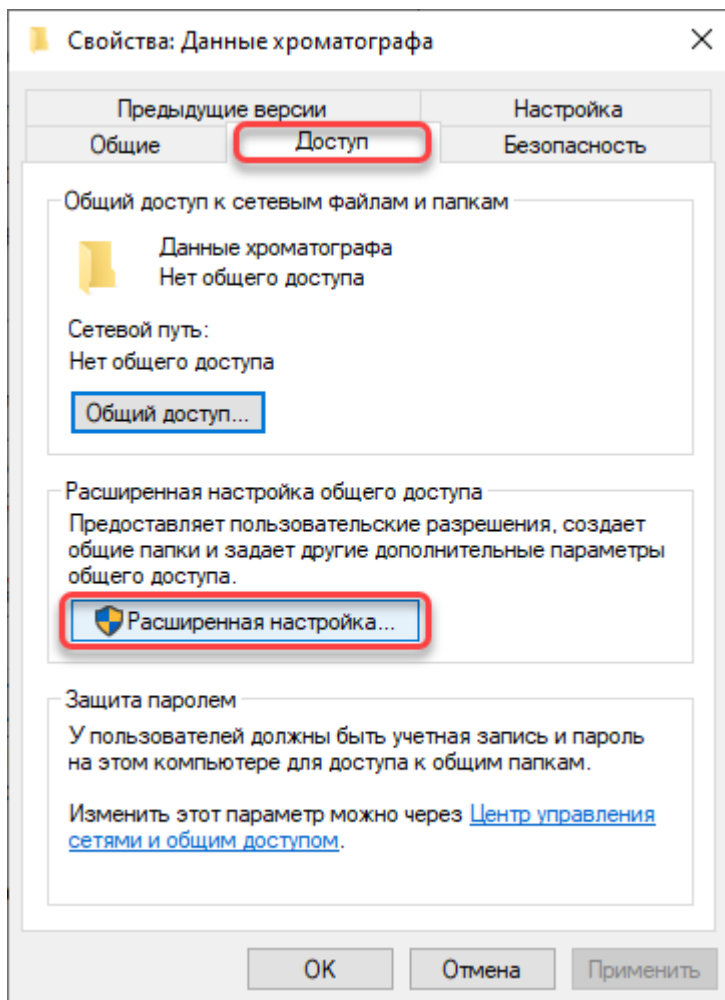

Рисунок 42. Диалог разрешений для групп
1. Откройте диалог настройки каталога. Для этого в проводнике нажмите по нему правой кнопкой мыши и в контекстном меню выберите пункт **"Свойства"** (рис. 42).